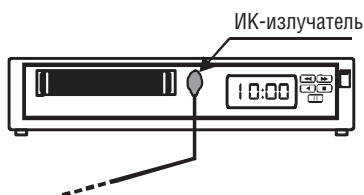

Рис. 3. Установка ИК-излучателя
1. Подключите к 3,5-мм розеткам *OUT* инфракрасные излучатели (до четырех) и закрепите их на окна ИК-приемников управляемых устройств, которые обычно расположены на передних панелях (рис. 3):